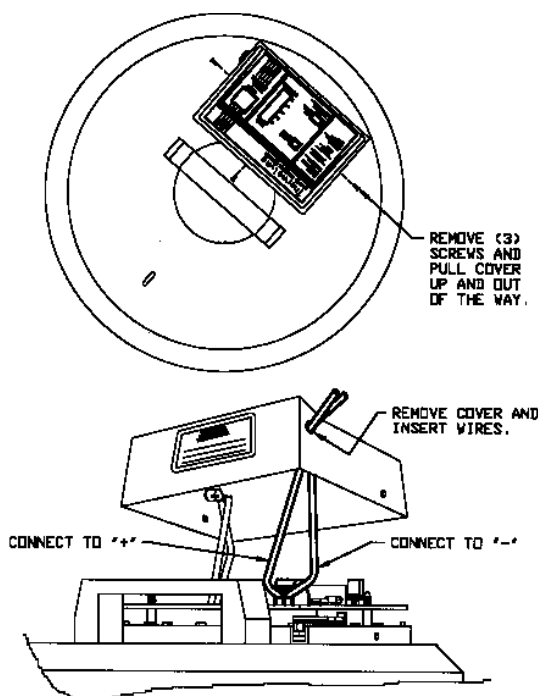

Figure 1
2. Retirer les trois vis maintenant le couvercle de l'indicateur de niveau d'azote liquide. Tirer et soulever le couvercle et le mettre de côté (voir figure 1).
L'indicateur de niveau d'azote liquide peut être configuré pour présenter le système d'alarme de l'utilisateur avec un contact normalement ouvert ou fermé. Le mode en cours utilisé dépend de la position d'une seule jonction sur la carte de circuit imprimé. Pour un contact normalement ouvert, la jonction doit être placée sur J4 (voir figure 1).
4. Connecter les câbles de l'alarme à distance comme montré sur les figures 1, 2 et 3.